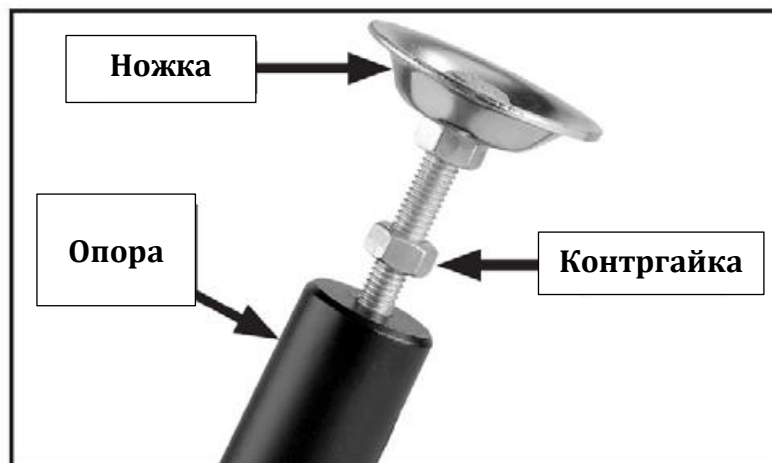

*Рис. 1. Требуемые монтажные отверстия*
- установить фрезерный стол на правую сторону циркулярной пилы или существующую правую полку. В данных случаях, вероятно, потребуется просверлить три отверстия в столе пилы или полке и нарезать в них резьбу М8 х 1,25, при этом данные отверстия должны совмещаться с отверстиями фрезерного стола (см. *рис. 1*).